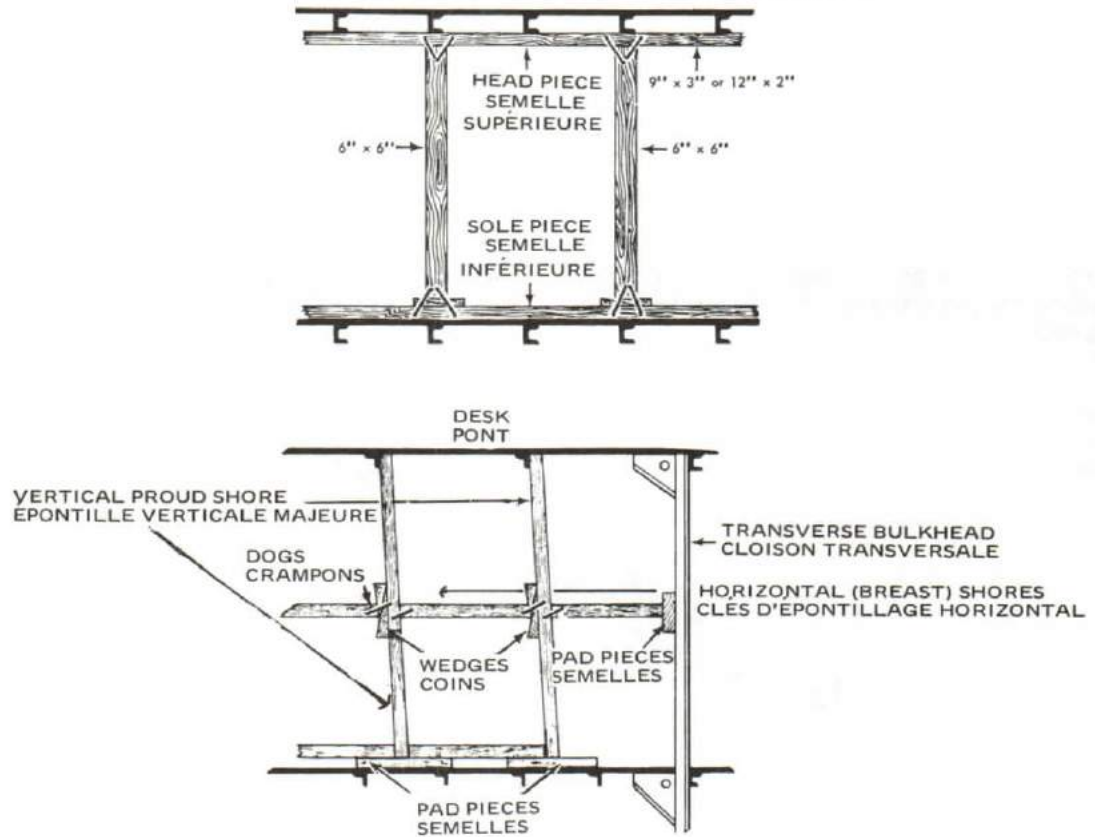

Figure 8-32
22. Figure 8-32 shows vertical shoring and square shoring in place. Vertical shoring is normally used to shore down hatches or hold up weakened decks which may be taking the weight of a heavy piece of machinery. Square shoring is often used in narrow compartments when it is not possible to get a good angle of thrust for the "V" type.
22. La figure 8-32 montre un épontillage vertical et un épontillage en carré en place. On emploie normalement l'épontillage vertical pour tenir des panneaux fermés ou maintenir des ponts affaiblis qui supportent le poids d'un engin lourd. L'épontillage en carré est souvent employé dans les compartiments étroits où il n'est pas toujours possible d'obtenir un bon angle de poussée pour y installer l'épontillage en V.